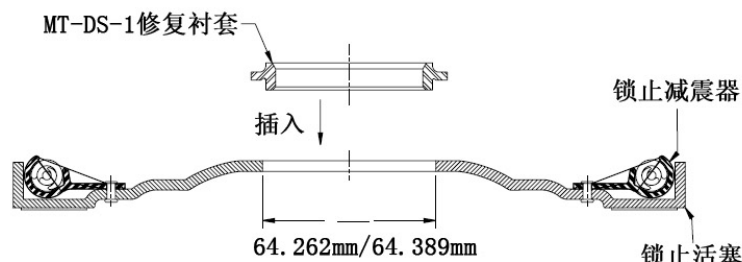

图 2
2. 将锁止活塞内孔的直径加工到 64.262mm 到 64.389mm 之间, 以便修复衬套的插入 (见图 2)。